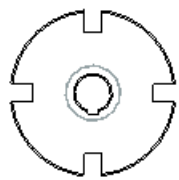
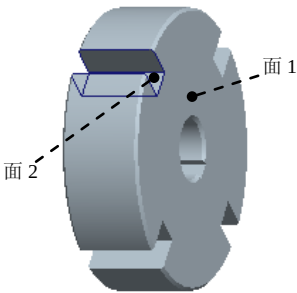

图 3.4.2 主视图
图 3.4.6 模型的定向
下面以图 3.4.2 所示的 tool_disk.prt 零件的主视图为例，说明创建主视图的操作方法。
② 在对话框的 **参照1** 下拉列表中选择 **前** 选项，在图形区中选择图 3.4.6 所示的面 1；这一步操作的意义是将所选模型表面放置在前部，即与屏幕平行的位置。
(2) 定义放置参照 2。在对话框的 **参照2** 下拉列表中选择 **顶** 选项，在图形区中选取图 3.4.6 所示的面 2；这一步操作的意义是将所选模型表面放置在屏幕的顶部，此时模型视图的方位如图 3.4.2 所示。